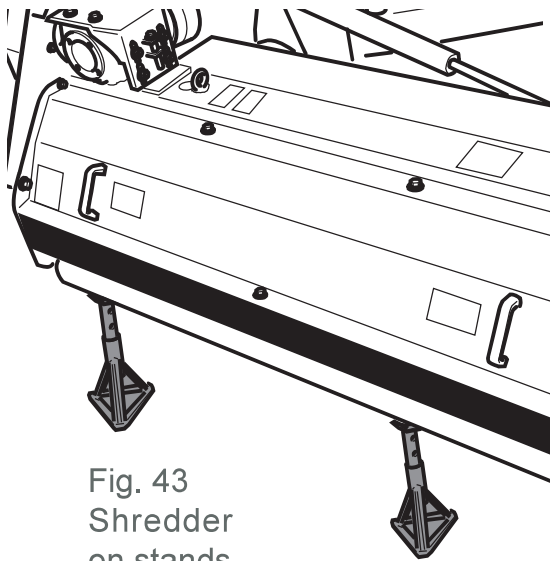

Fig. 43
2. フードがないモデルの場合、トラクターを再起動し、フレイルモアを頑丈で安定した台に持ち上げ、ツールを交換しやすい高さに配置します（図43）。それ以外の場合、フードを開いてローターコンパートメントにアクセスします。